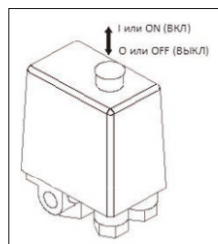

Рис. 6
2. Проверьте, чтобы выключатель находился в выключенном положении «О» / «OFF» (в зависимости от исполнения) (Рис. 6).
7. Включите компрессор выключателем на реле давления. Для этого необходимо переключить выключатель в положение «I» или «ON» (в зависимости от исполнения) (Рис. 6).
1. Выключите компрессор выключателем на реле давления. Для этого необходимо переключить выключатель в положение «0» или «OFF» (в зависимости от исполнения) (Рис. 6). После этого остановится электродвигатель и произойдет сброс давления из нагнетательного воздухопровода и поршневого блока.